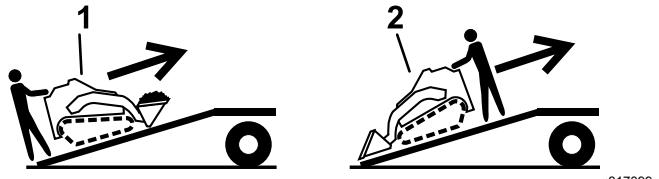

Figura 19
5. Caricate la macchina sul rimorchio con l'estremità più pesante sulla rampa, trasportando i carichi verso il basso (Figura 19).